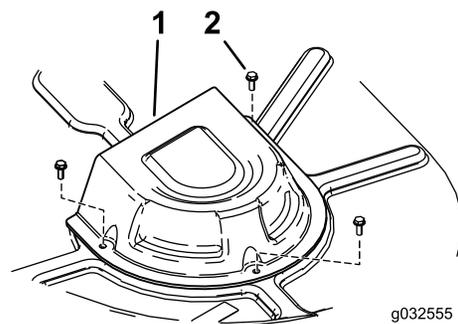

Figura 67
- Retire las cubiertas de las poleas (Figura 67).